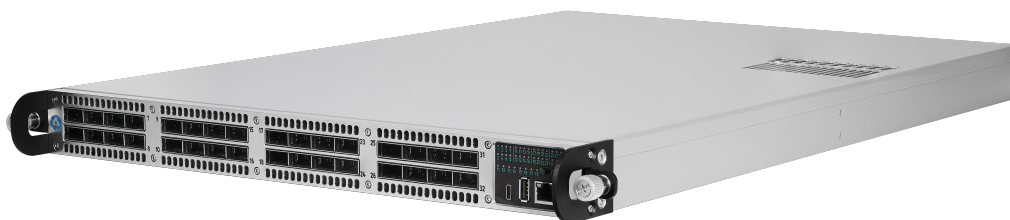

Рисунок 1 – Коммутатор сети Альфа
- коммутатор сети Альфа (рис. 1), который представляет собой выдвижной 1U блок, монтируемый в 19-дюймовую стойку;